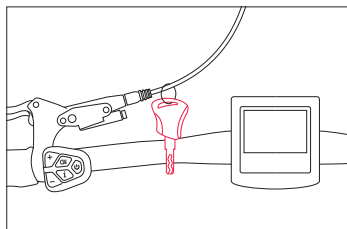

Abbildung 1
**Schritt 1:** Suchen Sie die Schlüssel am Lenker (Abb.1) und ziehen Sie sie ab. Wenn Sie sie vom Lenker abschneiden, achten Sie darauf, dass Sie keine Drähte beschädigen.